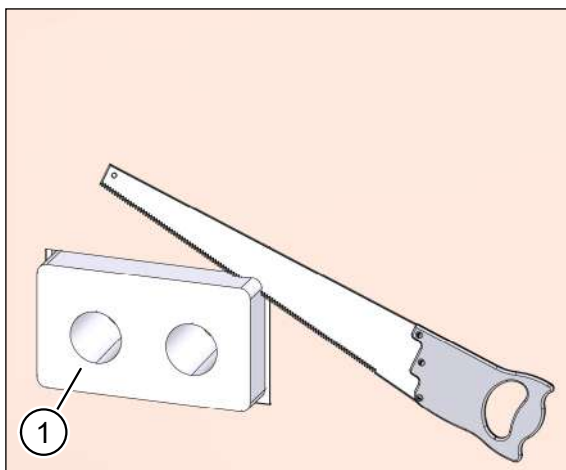
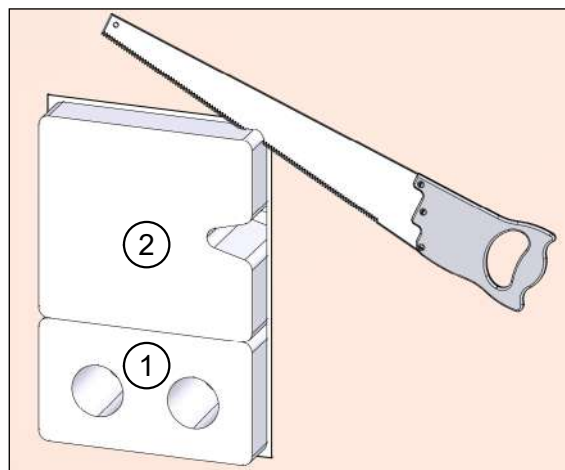

Fig. 64: Modifica della cassetta a muro **senza** elemento di riempimento
Fig. 65: Modifica della cassetta a muro **con** elemento di riempimento
- Con una sega per polistirolo, accorciare la cassetta a muro sporgente (pos. 1 nella Fig. 64 e Fig. 65) ed eventualmente l'elemento di riempimento (pos. 2 nella Fig. 65) in modo che siano a livello con il lato della parete esterna o con l'isolamento applicato.